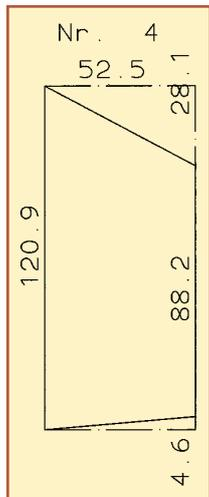

Bild 4 Darstellung mit der Maßausgabe der Deckfläche von Schar Nr. 4
- Deckfläche (Bild 4), Maße für jede Schar, ohne Zugaben (für vorprofiliertes Band)